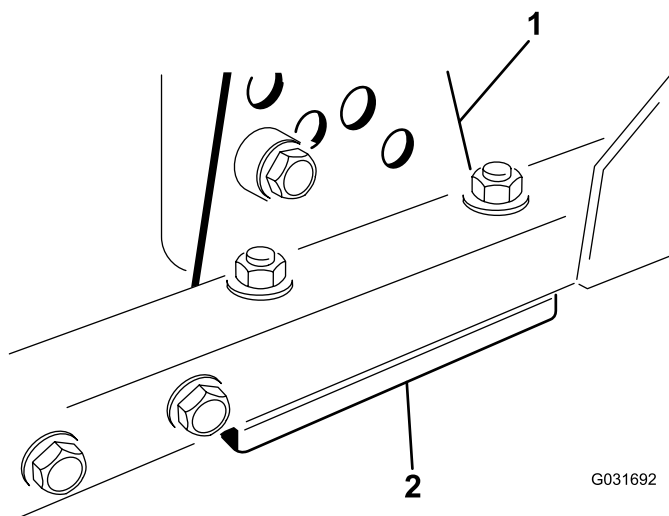

Figura 62
1. Togliete la staffa dell'altezza di taglio (anteriore, sinistra o destra) dal telaio del piatto di taglio (Figura 62).
2. Regolate gli spessori di 1,5 mm e/o 0,7 mm fra il telaio del piatto di taglio e la staffa per ottenere l'impostazione dell'altezza desiderata (Figura 62).